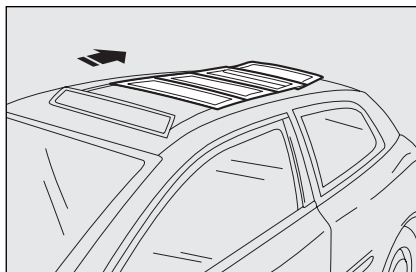

fig. 79
- ☐ segunda posición del mando: la 1ª lámina se abre completamente desplazando las siguientes hacia la parte posterior junto con la persiana parasol **fig. 79**;